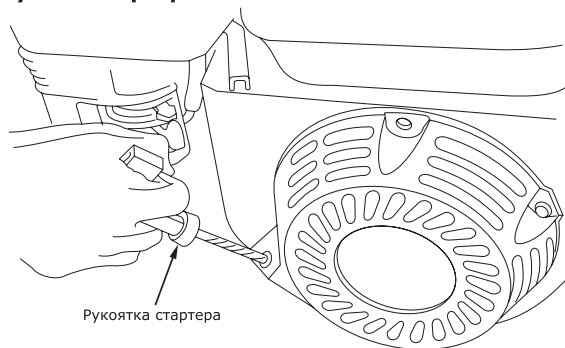

Рис. 9
- Запустите двигатель. Будьте внимательны! При вытягивании шнура стартера шнур может создавать отдачу. Возьмитесь за ручку шнура стартера. Медленно потяните шнур до возникновения сопротивления со стороны двигателя. Не допуская возврата ручки обратно продолжайте быстро тянуть ручку на полный взмах руки. Медленно (с натягом шнура) верните ручку в начальное положение (рис. 9).